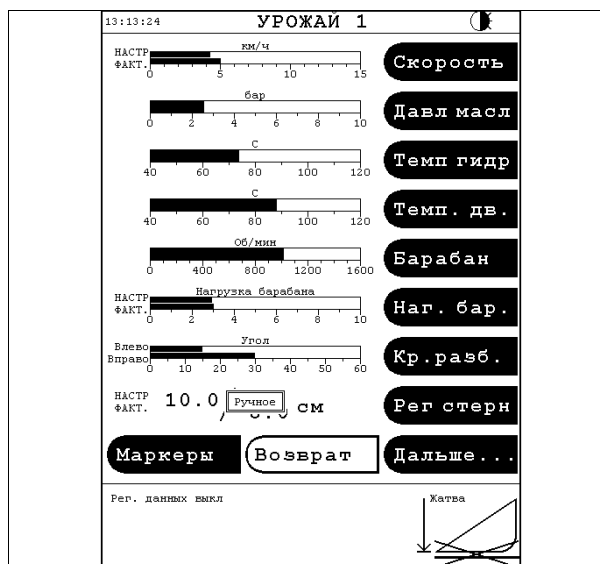

Рис. 3.
При наличии препятствия, которое не может преодолеть система управления давлением на поле, жатку можно поднять над препятствием вручную при помощи кнопки на многофункциональном рычаге (в строке функции в меню "Урожай" появляется индикация "Ручное" *рис. 3*). В результате система управления высотой скашивания временно отключается. Повторное включение осуществляется при помощи нажатия на кнопку автоматики.
**ПРИМЕЧАНИЕ:** Заглавная буква "X" над символом жатки в информационном поле означает, что система управления высотой скашивания отключена, поскольку жатка поднимается/опускается вручную. В данном случае систему управления давлением на поле можно снова включить, используя кнопку автоматики (*рис. 3*).